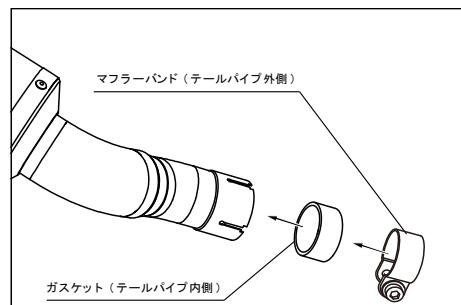

図 1
- ① マフラーCOMP のテールパイプにガスケット(付属品. 2)を入れます(図. 1)